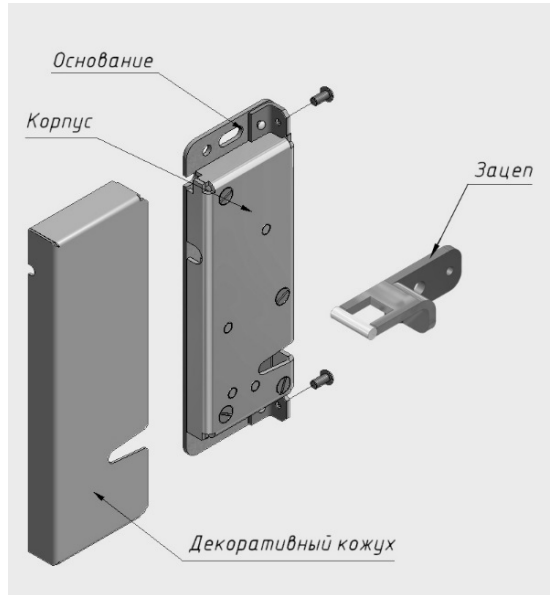

Рисунок 2 – Комплект поставки замка AL-250UZ-D
4.1 Замок состоит из корпусной части и зацепя (рисунок 2). Корпусная часть крепится к дверной коробке, зацеп – к двери.